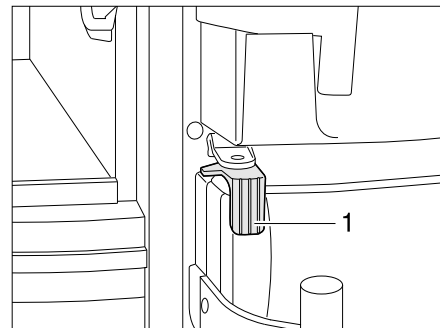

Bild 143 Kühlschranktür verriegelt
- Verriegelung (Bild 143,1) zur Kühlschrankmitte drehen.